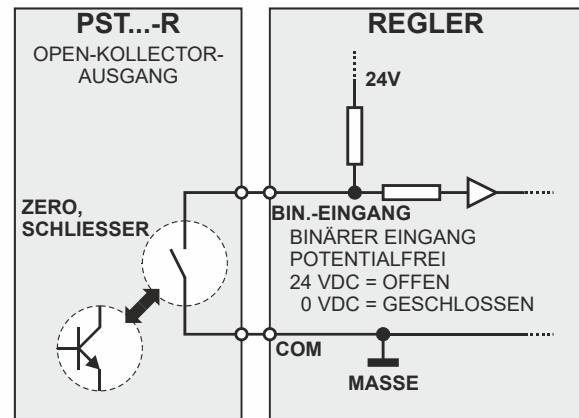

Abb. 2. Beispielhafte Konfiguration (Open-Kollektor-Schließer zu ZERO)
- Konfiguration als Open-Kollektor-Öffner oder -Schließer (zu FSO bzw. ZERO) – siehe auch Abb. 2